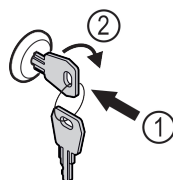

Fig. 180 Зображення для прикладу
- ▶ Вдавити ключ Fig. 180 (1).
- ▶ Повернути ключ на 90° за годинниковою стрілкою Fig. 180 (2).